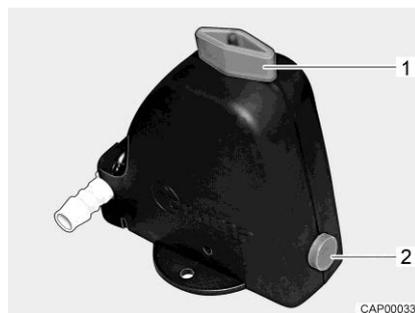
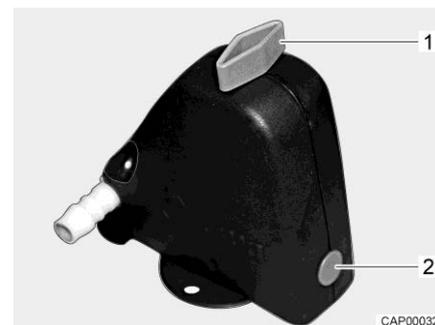

Fig. 138 Valve de sécurité et de vidange ouverte
Fig. 139 Valve de sécurité et de vidange fermée
- Fermer la valve de sécurité et de vidange. Tourner pour cela le bouton rotatif (Fig. 138,1) dans le sens transversal par rapport à la valve de sécurité et de vidange et enfoncer le bouton-poussoir (Fig. 138,2). La valve de sécurité et de vidange fermée est représentée à la Fig. 139.